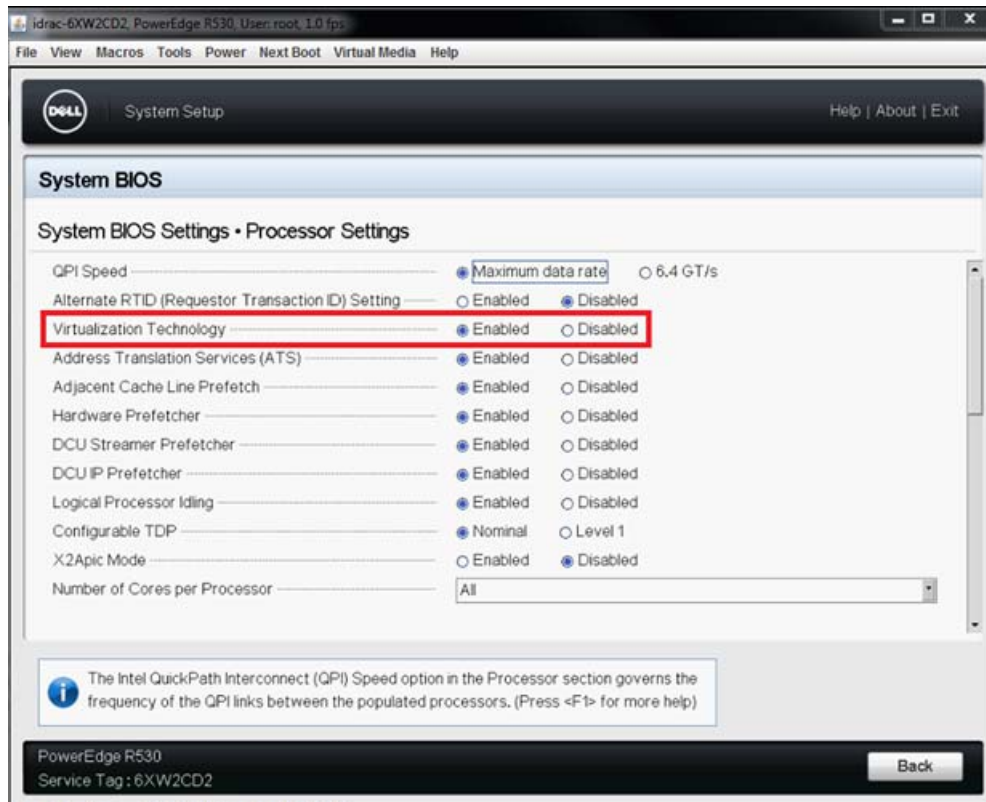

Figura 8-8. System Setup: rocessor Settings for SR-IOV (Configuración del sistema Dell: Configuración del procesador para SR-IOV)
5. En la página Processor Settings (Configuración del procesador) (Figura 8-8):